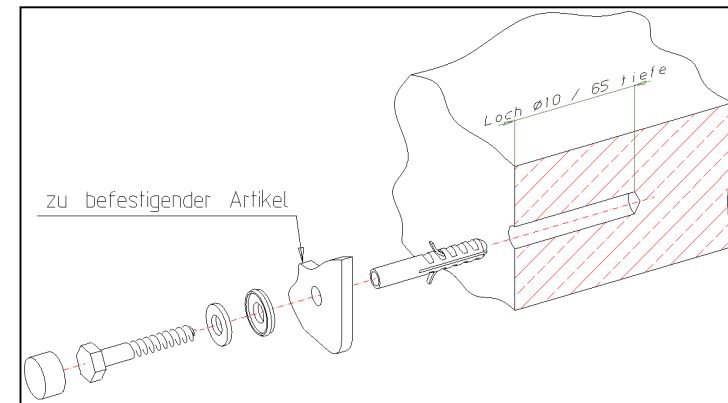

Abbildung 2. Wandbefestigung
- Schrauben Sie den Duschsitz vorzugsweise mit den Schrauben aus dem Befestigungssatz R6600 an der Wand fest (siehe Abbildung 2).